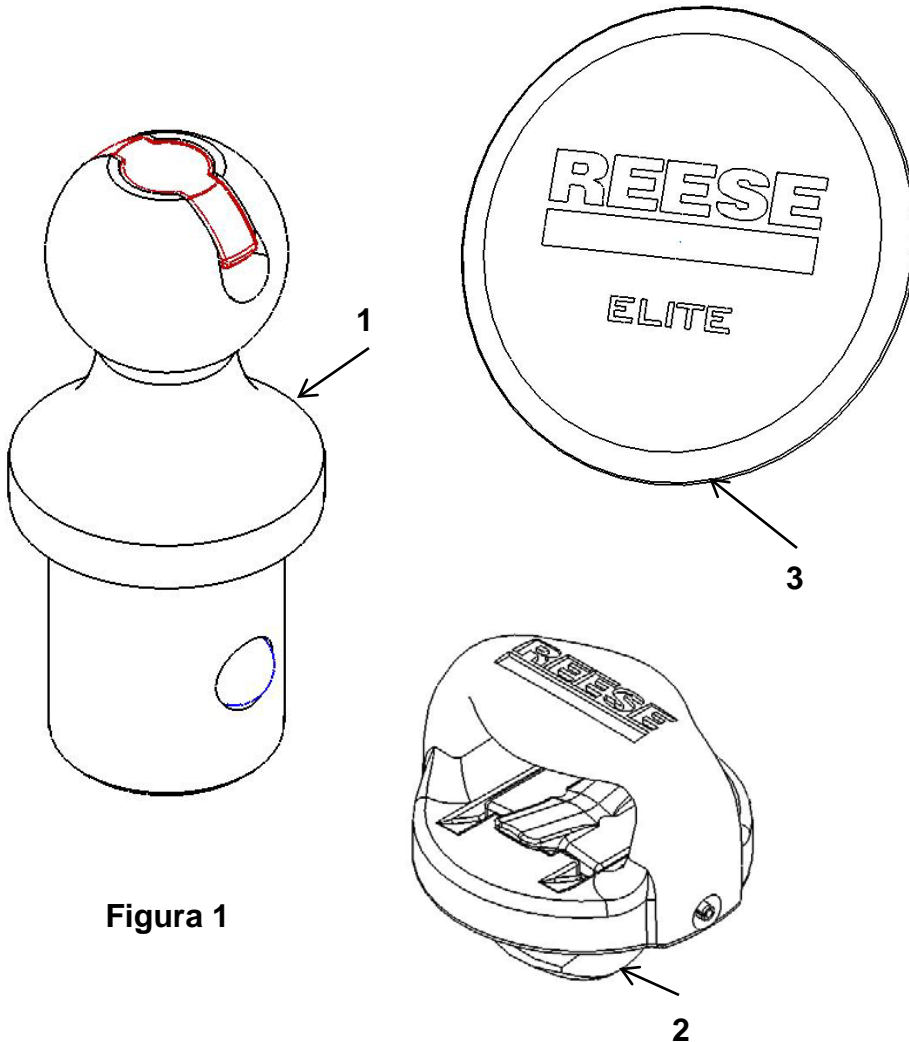

Figura 1
1. Revise todas las cajas para los componentes que se enumeran en la **Figura 1** y familiarícese con la terminología de los componentes.